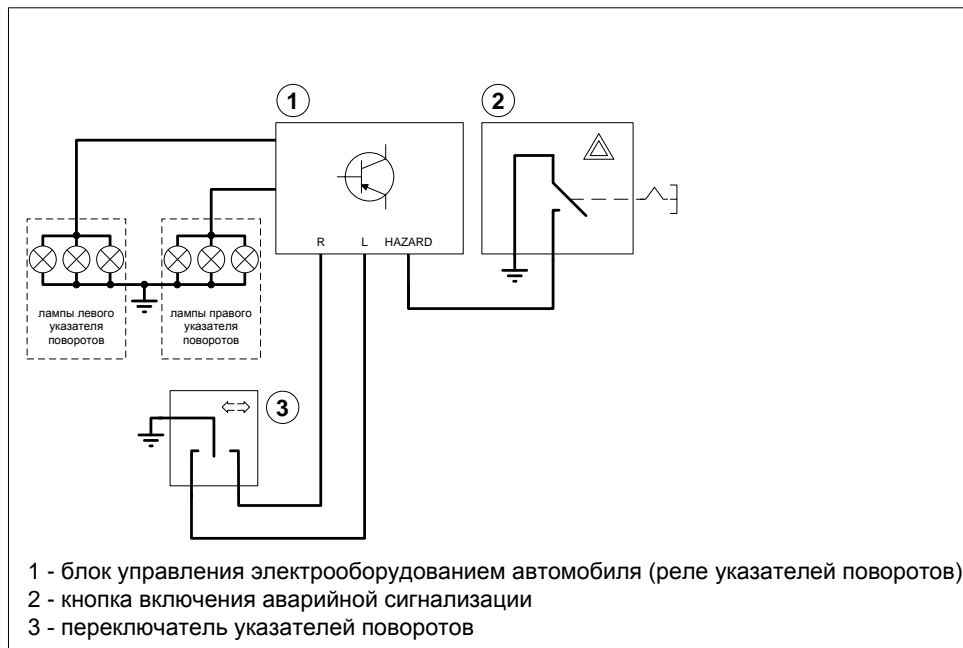

Рисунок 4 – Исполнение Minus тип В
- если кнопка аварийной сигнализации коммутирует один отдельный вход блока управления электрооборудованием (реле указателей поворотов) на «массу» автомобиля (иллюстрация рис. 4), то необходимо выбрать исполнение **В**. Можно переходить к определению полярности цепи заднего хода.